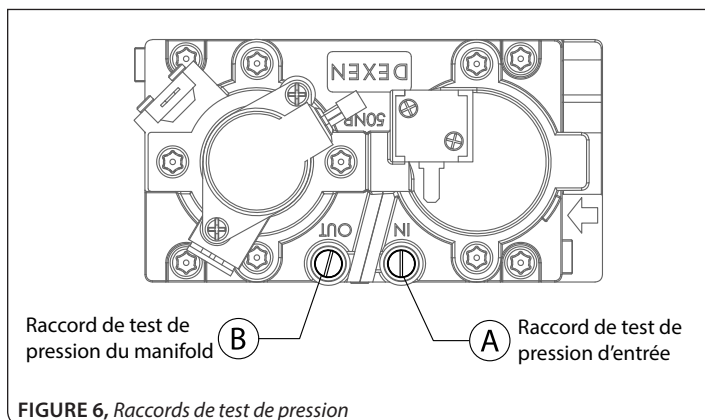

FIGURE 6, Raccords de test de pression
- Step 1: Loosen the manifold (OUT) pressure tap screw (counterclockwise) on the gas valve. See (B) in **FIGURE 6**.
Étape 1: Desserrez la vis du raccord de test de pression d'entrée (IN) (sens antihoraire) sur la valve de gaz. Voir (A) à la FIGURE 6.
Étape 1: Desserrez la vis du raccord de test de pression du manifold (OUT) (antihoraire) sur la valve de gaz. Voir (B) à la FIGURE 6.